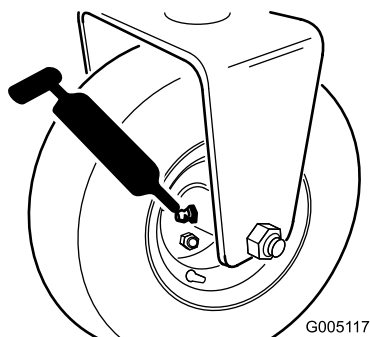

図 29
- 後ローラハブアセンブリ3輪駆動キットを搭載している場合には、後ホイールのローラクラッチと外部ボールベアリング か所 図 29